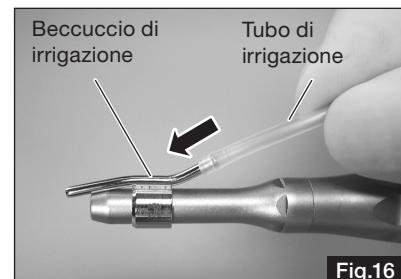

Fig.16
- 3) Montare un beccuccio di irrigazione per l'inserto sull'altra estremità del tubo per l'irrigazione (Fig. 16).